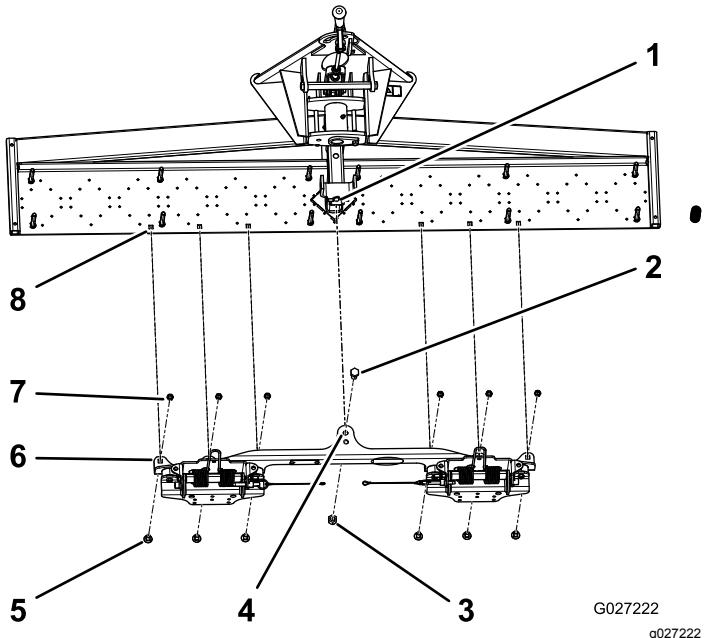
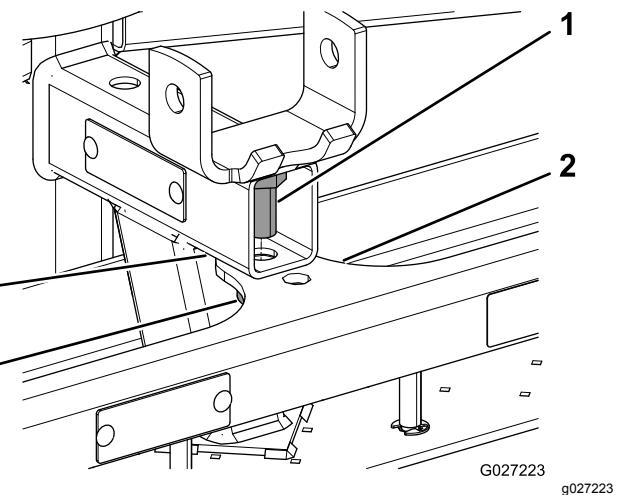
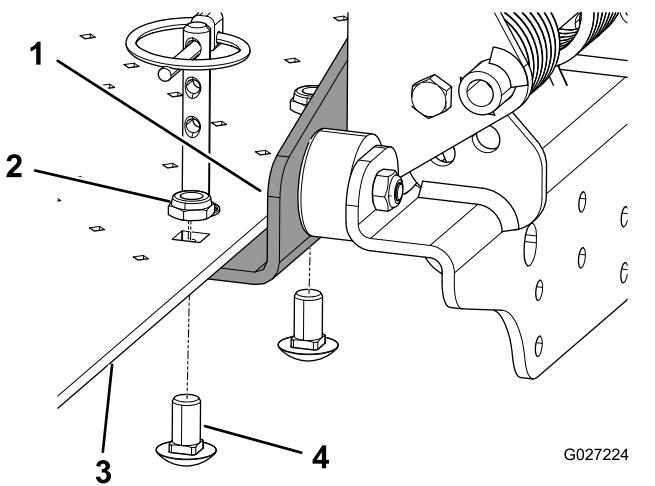
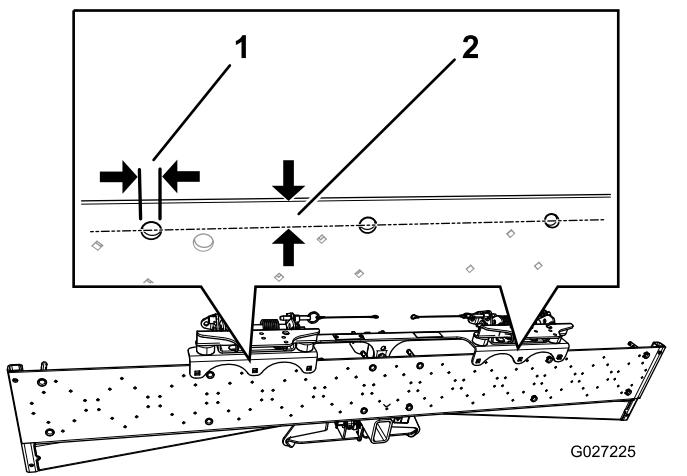

Figura 4
Figura 5
Figura 6
Figura 7
1. Alinee el taladro **delantero** de la pestaña central del soporte de la placa escarificadoradora con el taladro del tubo rectangular de la placa escarificadoradora (Figura 4 y Figura 5).
2. Instale el perno ($\frac{1}{2}$ " x 1") a través de ambos taladros, y sujetelo con la contratuerca ($\frac{1}{2}$ "); consulte Figura 5.
3. Alinee los 6 taladros de las pestañas del soporte de la placa escarificadoradora con los 6 taladros de la placa inferior de la placa escarificadoradora (**Figura 4** y **Figura 6**).
Nota: Las máquinas con número de serie 314999999 e inferiores pueden no tener los taladros ya perforados. Si no hay taladros en la placa inferior de la placa escarificadora, marque y perfore 6 taladros de 10 mm de diámetro, según sea necesario. Instale primero el perno central y la tuerca (Figura 5), y coloque el soporte de la placa escarificadora de manera que el **centro** de cada taladro esté a 17 mm del borde de la placa inferior (Figura 7).
4. Instale un perno de cuello cuadrado (3/8" x 3/4") en cada taladro desde abajo, y sujeté cada perno de cuello cuadrado con una tuerca (3/8"); consulte Figura 6.
5. Apriete el perno y la tuerca que instaló en el paso 2 (Figura 5).